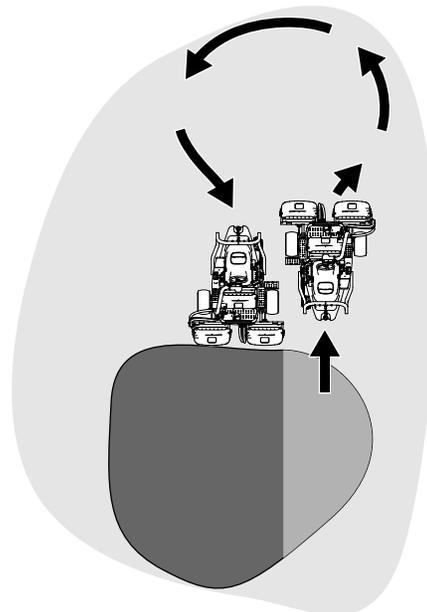

Figure 30
6. Pour réduire le temps de travail et faciliter l'alignement pour la passe suivante, tournez momentanément la machine dans la direction opposée, puis tournez-la vers la partie à tondu. Ce demi-tour en « goutte d'eau » (Figure 30) permet d'aligner rapidement la machine pour la passe suivante.